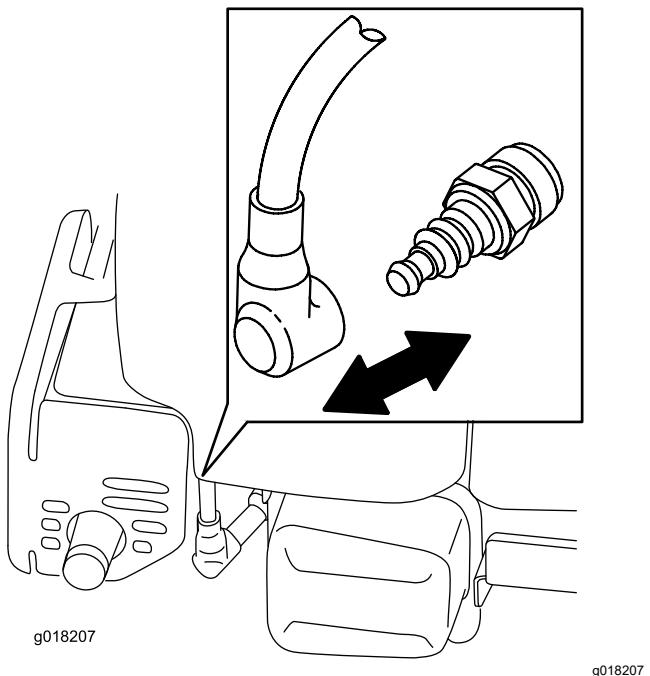

Figure 22
2. Débranchez le fil de la bougie (Figure 22) avant de procéder à un quelconque entretien.